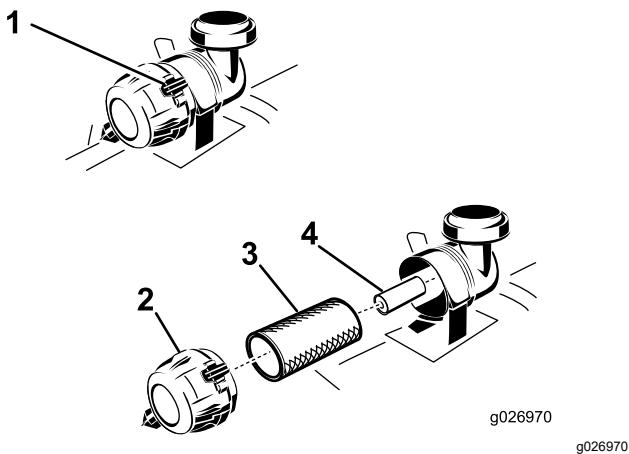

Figura 38
- Liberte os grampos de retenção do filtro de ar e empurre a cobertura do filtro de ar para fora do corpo do filtro de ar (Figura 38).
- Empurre suavemente o filtro primário para fora do corpo do filtro de ar (Figura 38).
- Se substituir o filtro interior, empurre-o com cuidado para o corpo do filtro (Figura 38).
- Empurre com cuidado o filtro principal sobre o filtro de segurança (Figura 38).
- Instale a cobertura do filtro do ar com a tampa do respiro para baixo e rode de modo a que os grampos de retenção prendam a cobertura no lugar (Figura 38).